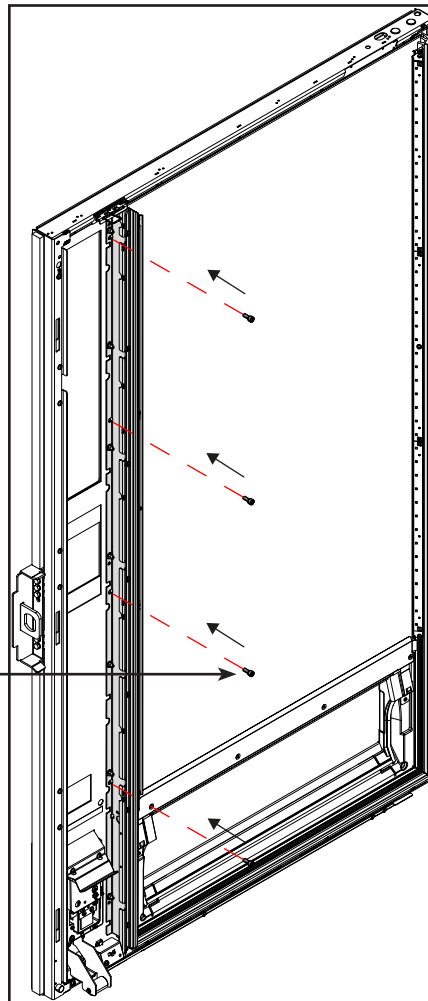

Bild 32
2. 4x Zylinderschraube Innensechskant SW5 montieren (Bild 32).